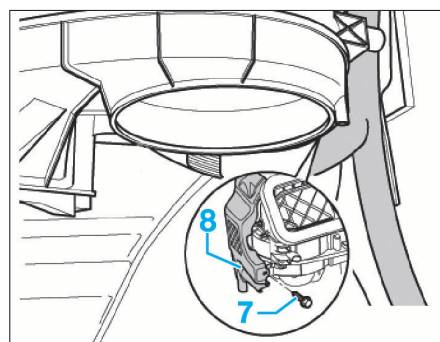

FIG. 15
- Débrancher le connecteur (6).
- Tirer avec précaution le boîtier de chauffage sur le coté droit quelque peu vers l'arrière, jusqu'à ce que la vis (7) du support (8) puisse être desserrée (Fig.15).